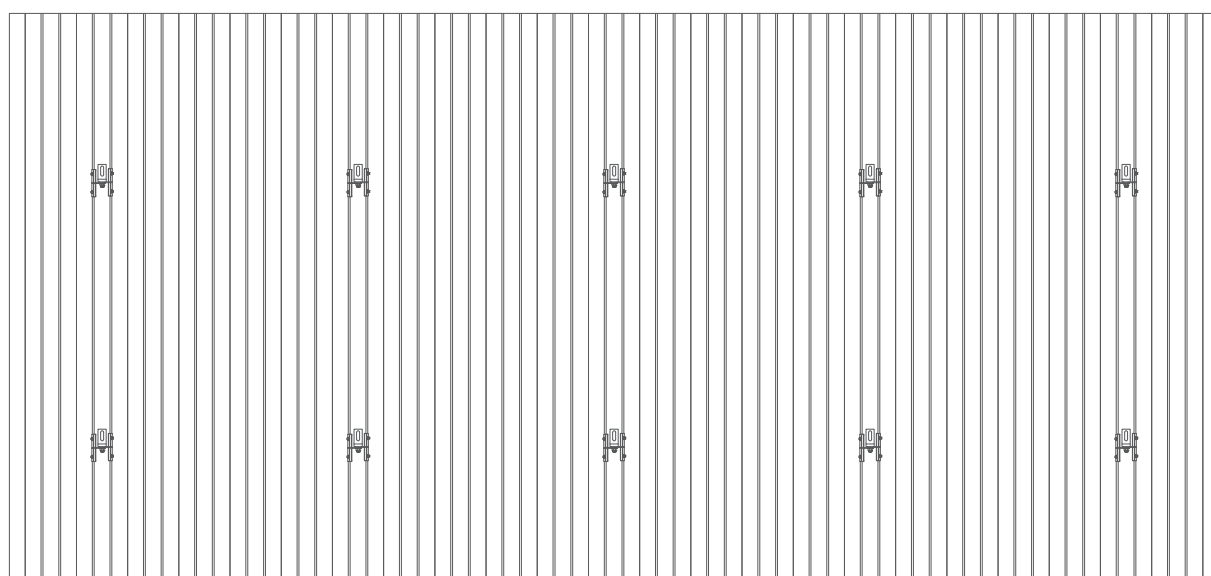

Rys. 1. Plan rozmieszczenia modułów
- 1 Przed przystąpieniem do montażu należy określić plan rozmieszczenia modułów na połaci dachu (Rys. 1). Jest to podstawa do rozmieszczenia szyn montażowych wraz ze wszelkimi akcesoriami (Rys. 2).